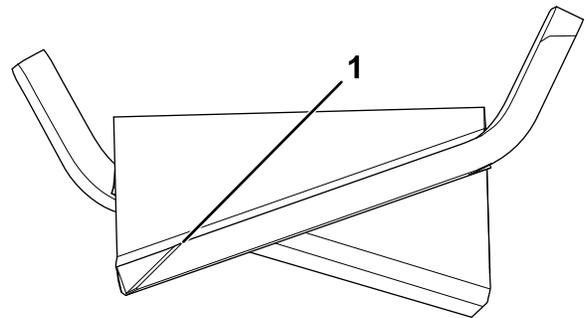

Bild 106
- Schärfen Sie die Schnittkante an beiden Enden des Messers mit einer Feile oder einem Werkzeug zum Schärfen (Bild 106).
**Hinweis:** Wenn das Messer nicht ausgewuchtet ist, feilen Sie etwas Metall vom schweren Ende des Messers im Flügelbereich ab (Bild 106).